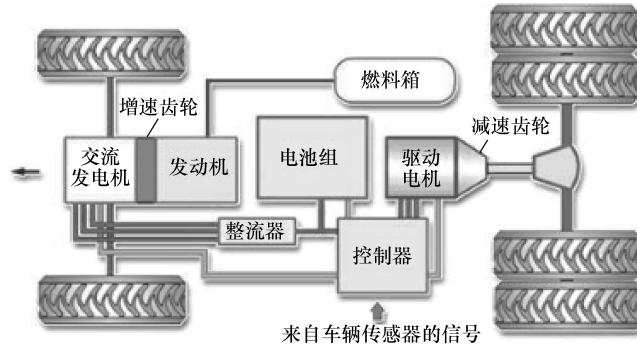

图 1-17 HEV 结构与原理
(1) 定义 混合动力汽车（英文为 Hybrid Electric Vehicle，缩写为 HEV）是指车上装有两个以上动力源，如蓄电池、燃料电池、太阳能电池、内燃机。
(2) 结构与工作原理 混合动力汽车主要由控制系统、驱动系统、辅助动力系统和电池组等系统构成，具体部件分布如图 1-17 所示。